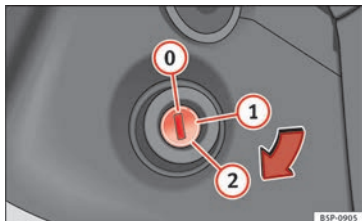

Bild 122 Tändningsnyckelns lägen.
I detta läge » **bild 122** är tändningen och motorn AVSLAGNA och ratten kan låsas.
- Vrid tändningsnyckeln till läget » bild 122  1. Varningslampan  tänds för motorförvärmning.
- Vrid tändningsnyckeln till läget » bild 122 .